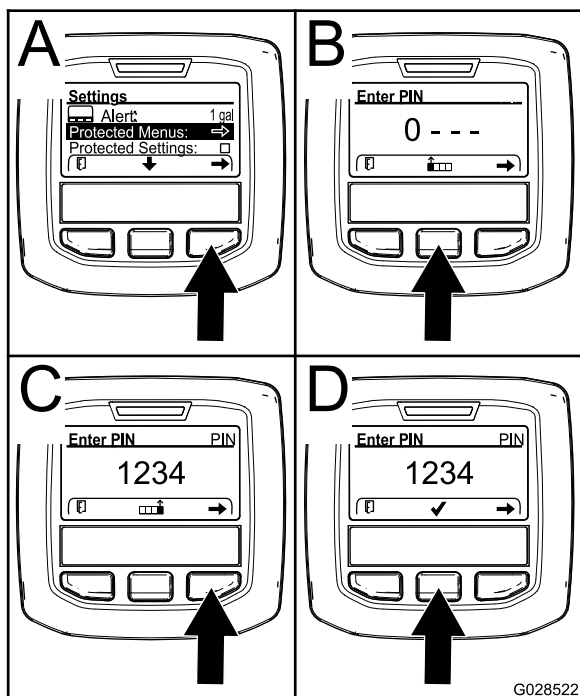

Figura 15
2. No menu de DEFINIÇÕES, utilize o botão central para ir até ao menu PROTEGIDO e prima o botão direito (Figura 15).